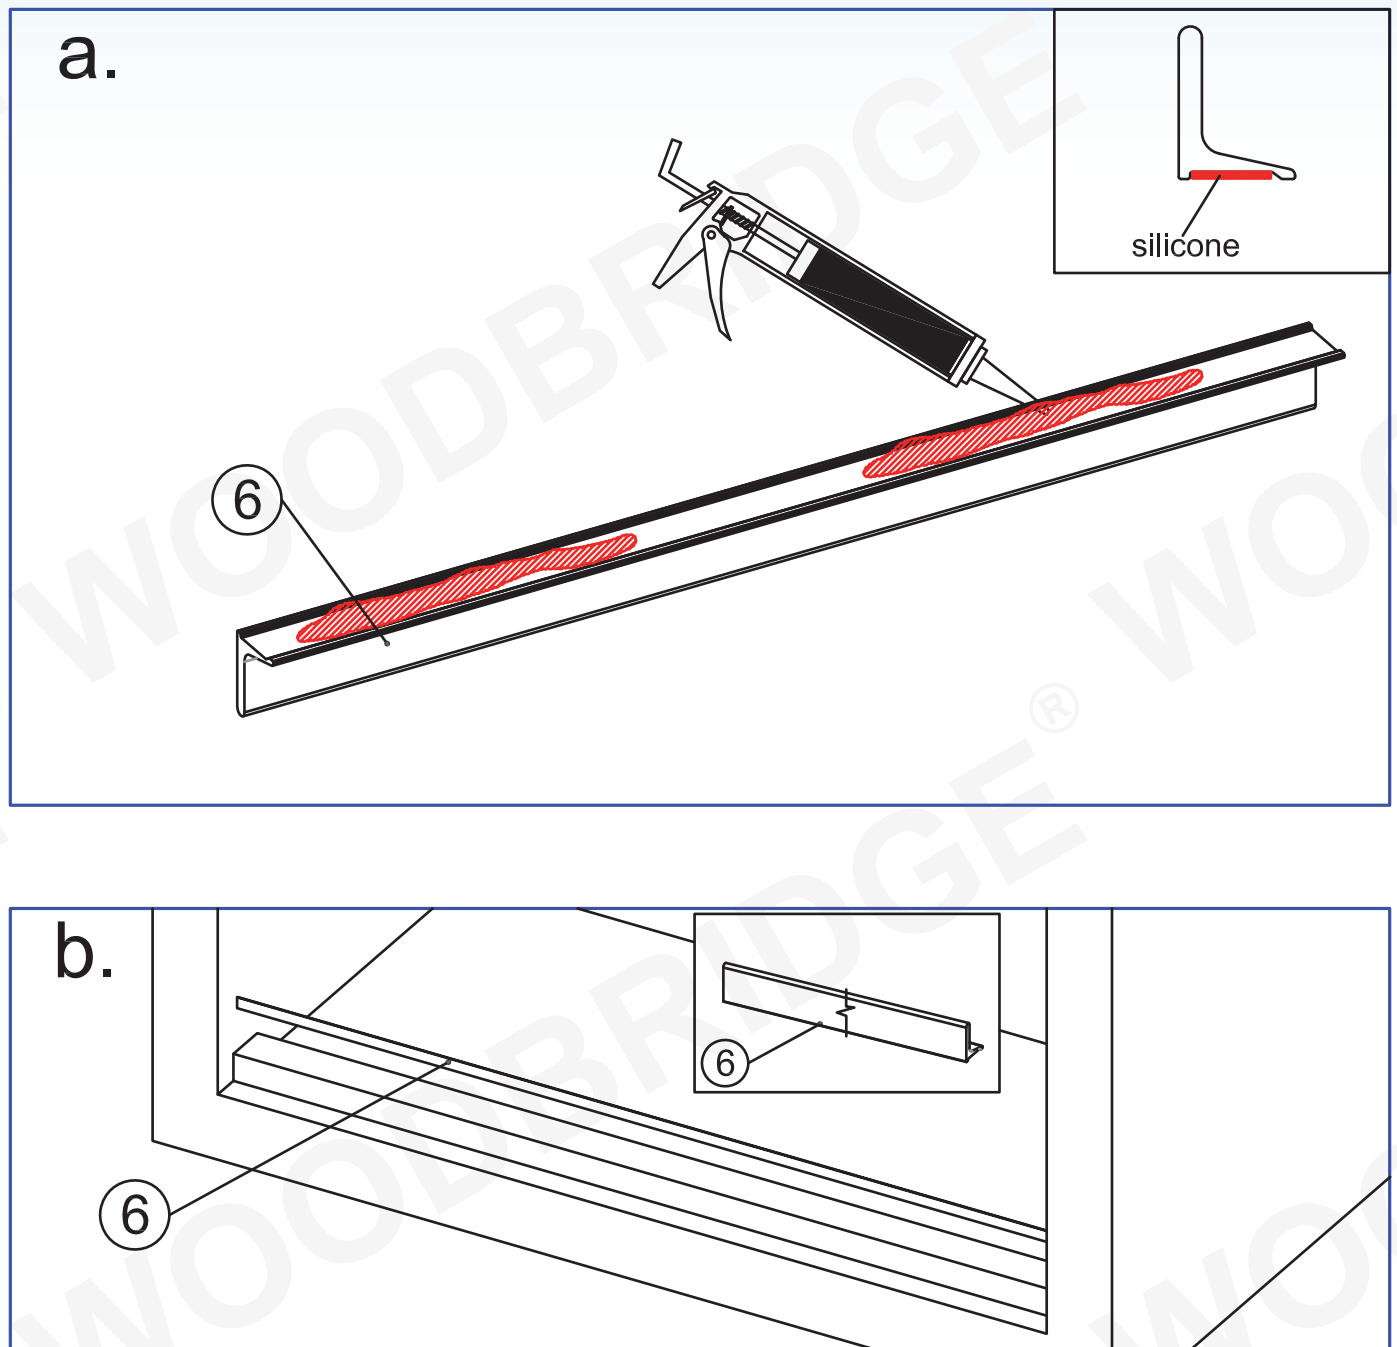

Fig 4
4. Appliquer du mastic silicone au dos du seuil anti-éclaboussures (6), puis positionner le seuil contre le receveur de douche en vérifiant son parfait nivellement. Voir la Figure 4 pour plus de détails.